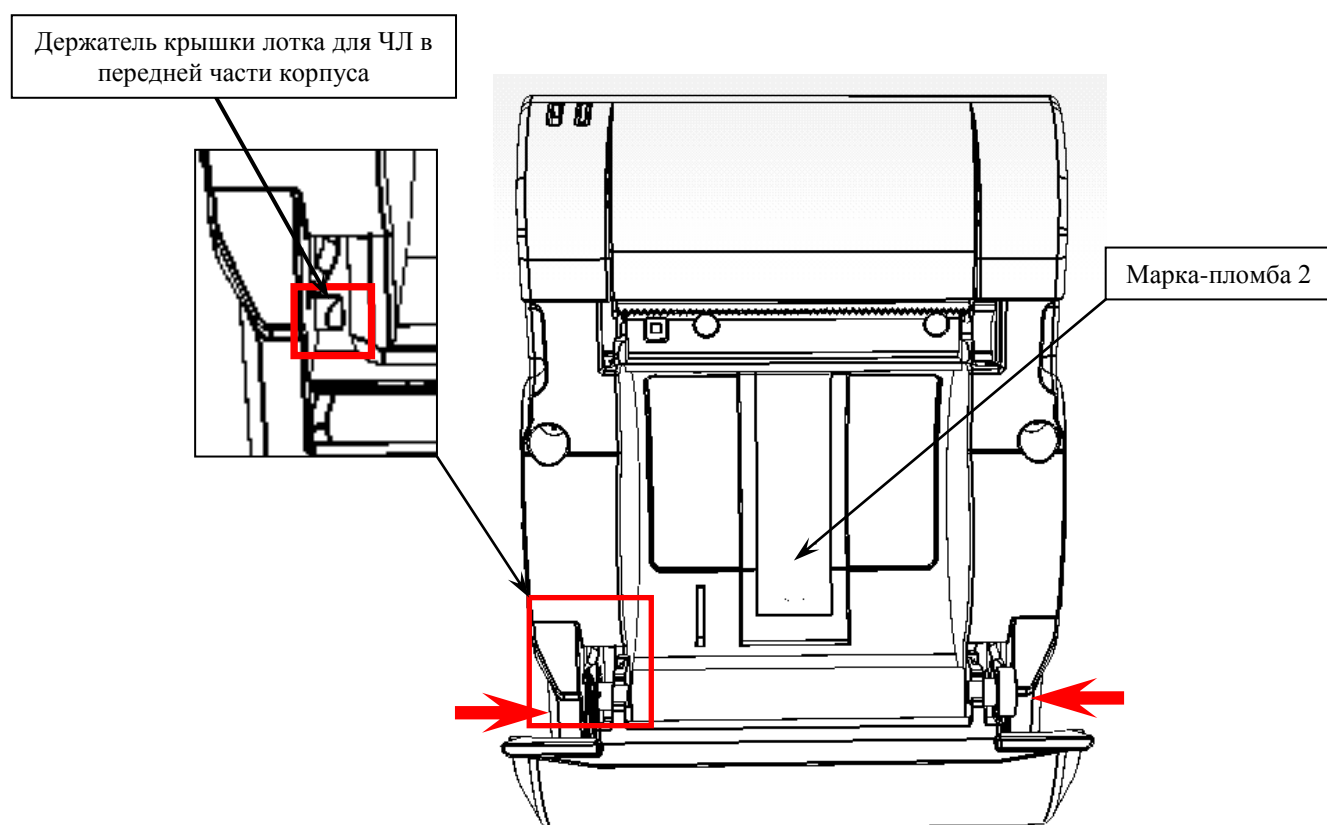

Рисунок 8. Освободить от фиксаторов крышку лотка для ЧЛ
14. Установить марку пломбу (смотрите рисунок 8 и «Паспорт» из комплекта поставки изделия).
15. Установить крышку лотка для ЧЛ на корпусе изделия (смотрите рисунок 8).